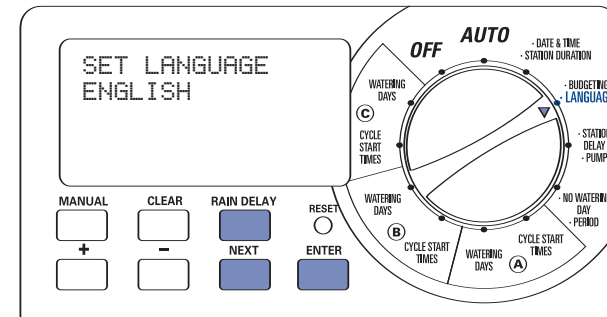

Figura 3: Selezione della lingua d'interfaccia sul display LCD
3. Premere il tasto **NEXT** (Avanti) fino a visualizzare la lingua desiderata [Vedere la Figura 3]